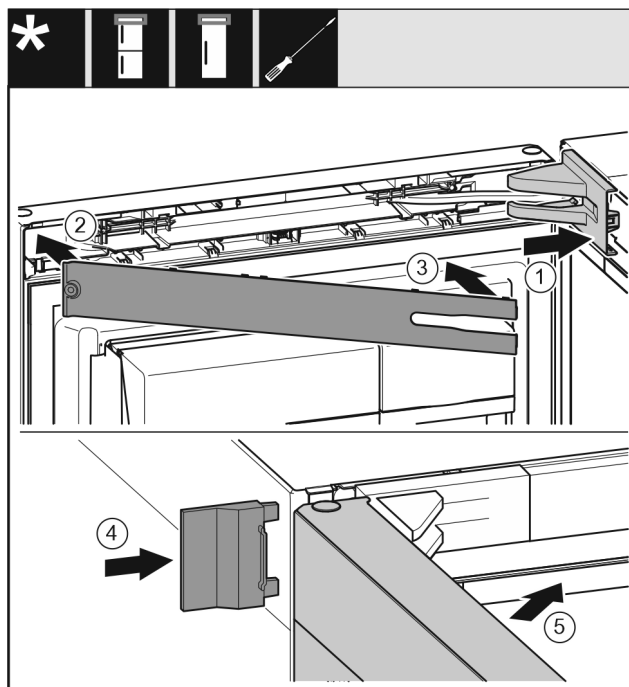

Fig. 22
- ▶ Helyezze fel és pattintsa be a csapágybak fedelét, szükség esetén óvatosan nyomja szét. Fig. 22 (1)
- ▶ Helyezze fel a lemezt. Fig. 22 (2)
- ▶ Fordítsa be és pattintsa be a lemezt. Fig. 22 (3)
- ▶ Tolja fel a külső fedelet. Fig. 22 (4)
- ▶ Csukja be a felső ajtót. Fig. 22 (5)